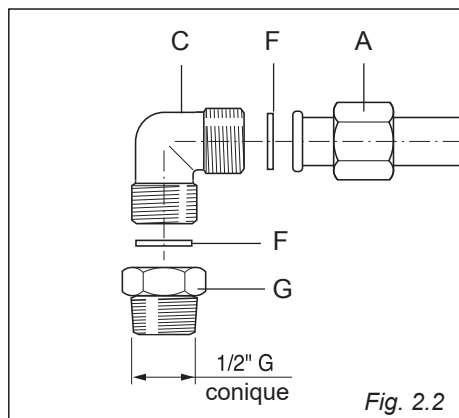

Fig. 2.2
Le groupe raccordement (fig. 2.2) se compose de:
- Les joints "F" (fig. 2.2) sont les éléments de garantie de l'étanchéité du branchement au gaz. Il est conseillé de les remplacer lorsqu'ils présentent la moindre déformation ou imperfection.